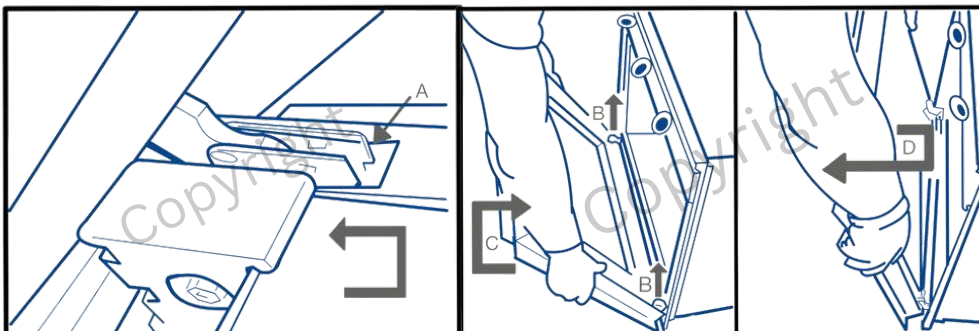

Abbildung 2
3. Schließen Sie die Tür langsam, bis sie in einem Zwischenstopp einrastet (Position A). Heben Sie die Tür dann vorsichtig an (B), drehen Sie sie leicht (C), bis sie sich aus den Scharnieren löst (D) (siehe Abbildung 2).